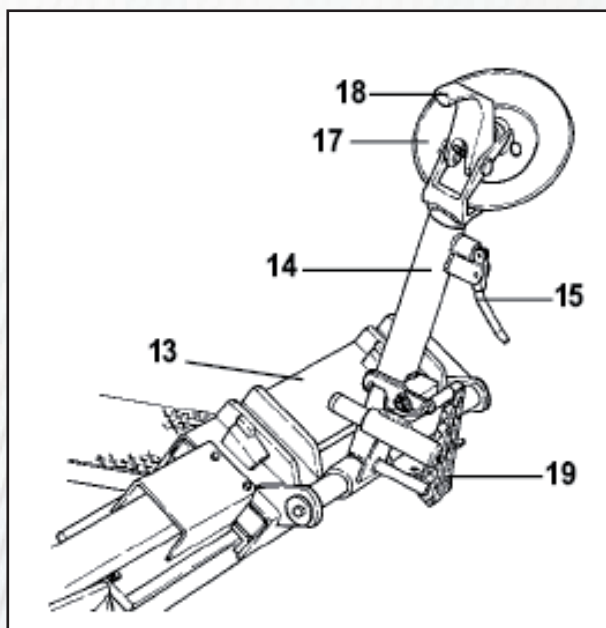

Рисунок 22
3) Убедитесь в том, что съемный рычаг находится с боковой стороны колеса. Если нет, нажмите на рычаг 19 (рис.22) и поверните его на 180°.
1) Установите кронштейн съемного рычага 14 (рис.22) в не рабочее положение. Подведите его к внешней стороне колеса и установите рычаг.
2) Вращайте колесо и одновременно вставляйте съемный рычаг 18 (рис.22) между ободом и бортиком, пока он не зафиксируется в этом положении.
7) Убедитесь в том, что съемный рычаг установлен на боковой стороне колеса. Если нет, нажмите на рычаг 19 (рис.22) и поверните его на 180°.
12) Рукояткой 19 (рис.22) поверните съемный рычаг на 180°.
21) Установите кронштейн съемного рычага 14 (рис.22) в рабочее положение.
3) Опускайте кронштейн зажимного устройства 14 (рис.22), пока оно не зафиксируется в нужном положении.
8) Отведите кронштейн съемного рычага 14 (рис.22) от обода. Отпустите рукоятку и установите кронштейн в не рабочее положение.
9) Нажмите на рычаг 19 (рис.22) и поверните лапку съемного рычага на 180°, которая при этом автоматически зафиксируется. Установите кронштейн в рабочее положение.